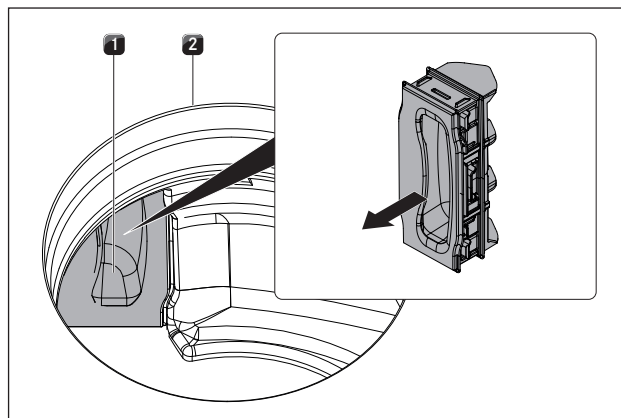

рис. 8.4 Снятие откидной крышки фильтра
- ▶ Вытяните находящуюся внутри отверстия для впуска воздуха откидную крышку фильтра из отверстия корпуса фильтра (снятие откидной крышки фильтра, смотрите рисунок 8.4).